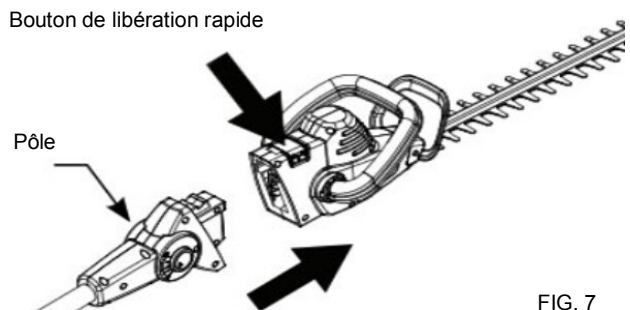

FIG. 7
2. Insérez le manche télescopique dans la tête de coupe du taille-haie. (Fig. 7) Appuyez sur le bouton de libération rapide en position verrouillée.